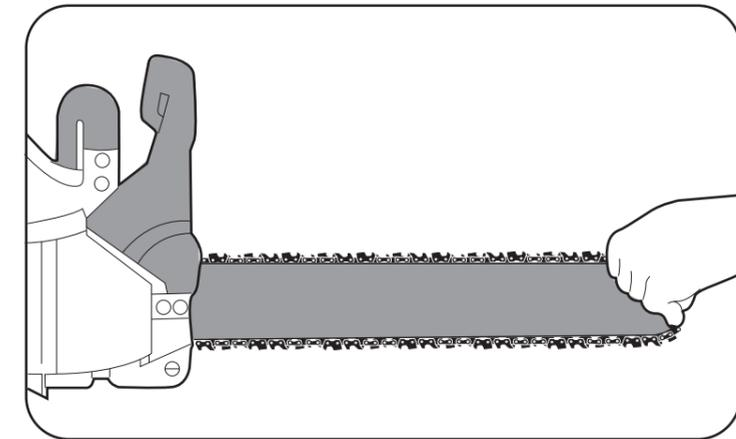

Figura 6
2. Mueva a mano la cadena de la sierra hacia atrás y adelante en la barra guía, para asegurarse de que esté correctamente engranada con la rueda dentada. La cadena debe moverse libremente sobre la barra (Figura 6). **NOTA:** Si la cadena tiene dificultad para girar sobre la barra guía o se traba, se debe a que se aplicó excesiva tensión. Esto requiere un reajuste como sigue: (véase la Figura 6 en la siguiente columna).